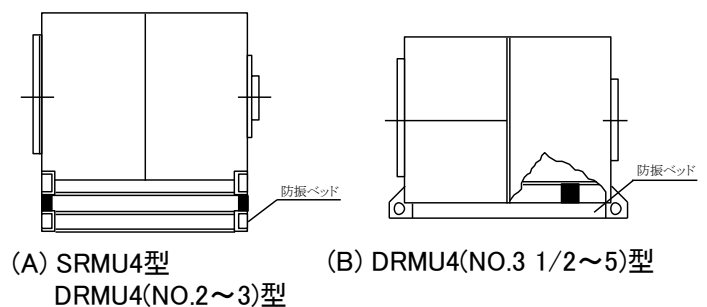

図 2 床置型（例）
(1) 床置型
- ① 十分な強度をもつコンクリート基礎に基礎ボルト（客先手配）をしっかりと埋め込み、防振ベッド（または共通ベッド）を水平に固定してください。(図2)